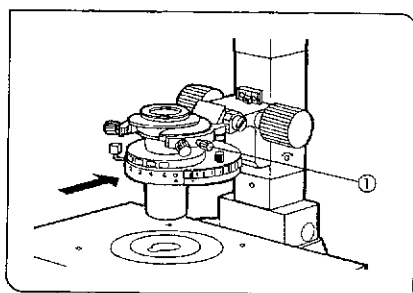

図 30
(図30~36)
(図 30)
(図30, 31)
- 1) コンデンサ固定ねじ①をゆるめます。(図30)